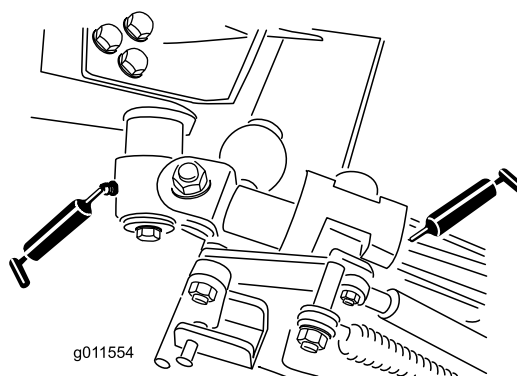

Рисунок 84
- Втулки осей поворота коленчатых рычагов (2 шт.) (Рисунок 84)
- Втулки подъемных рычагов (4 шт.) (Рисунок 84)